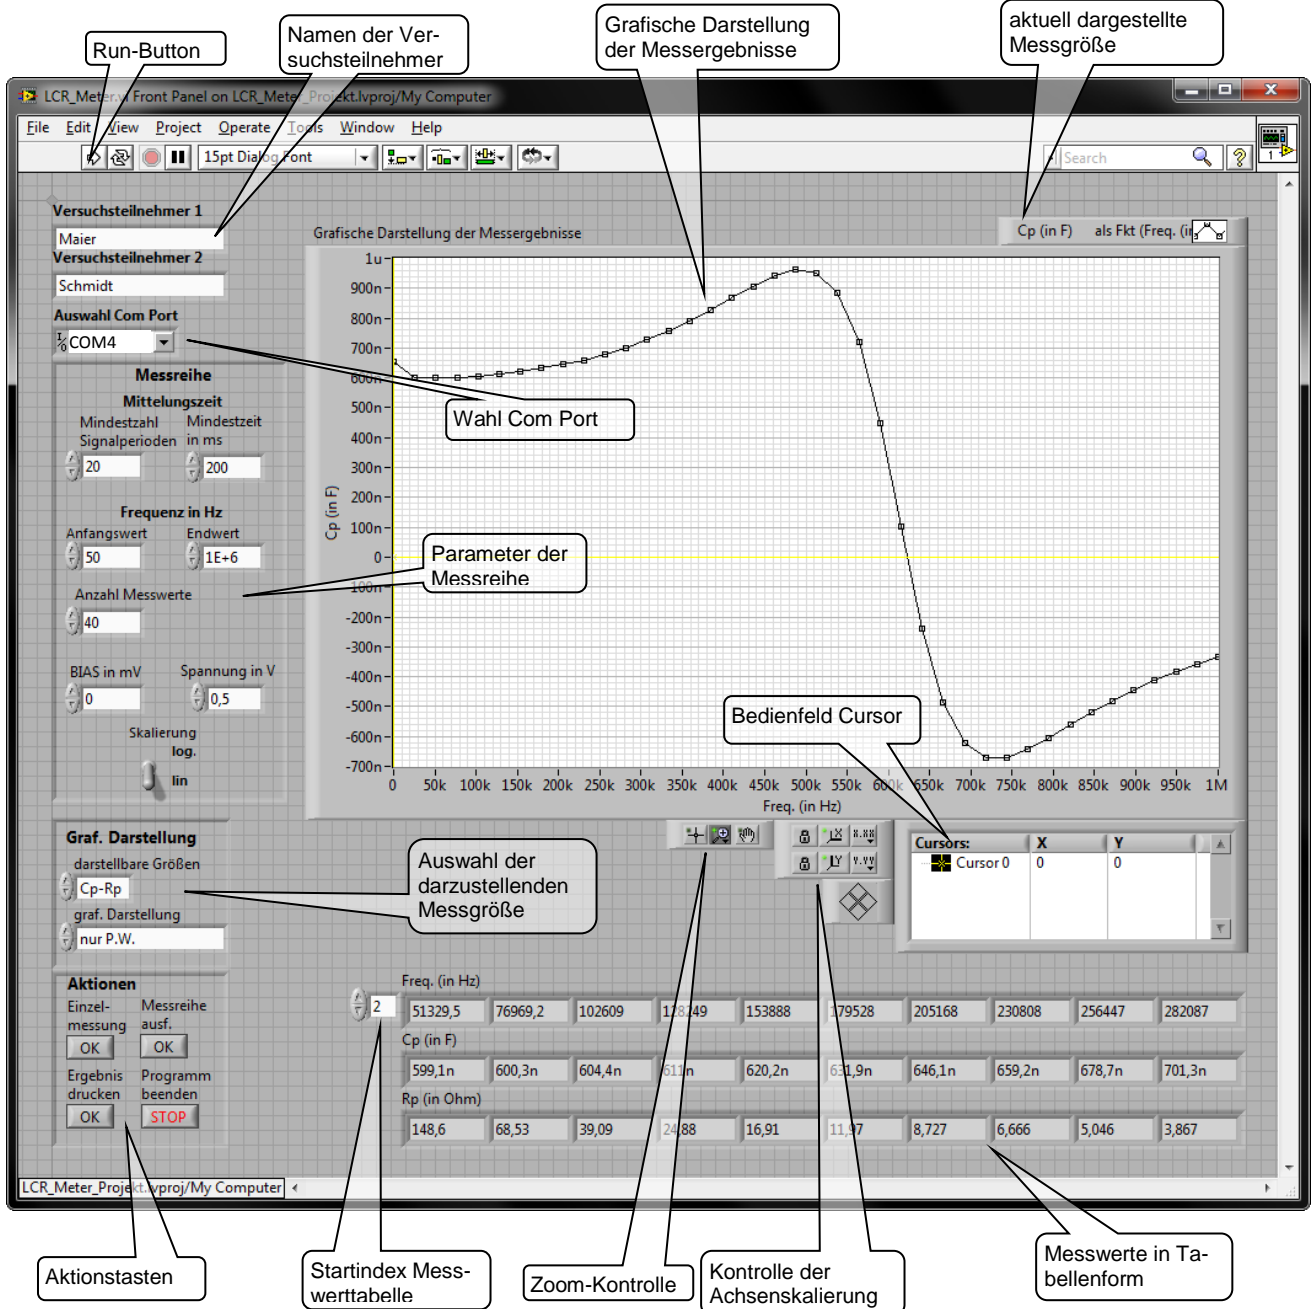

Bild 4: Oberfläche der Steuersoftware für das LCR-Messgerät
Die Steuerung des LCR-Messgeräts erfolgt das LabVIEW-Programm „LCR_Meter.exe“ (Bild 4).
Mit dem Bedienelement „darstellbare Größen“ können zwei Messgrößen ausgewählt werden (z.B. „R-X“ oder wie in Bild 4 gezeigt „Cp-Rp“). Das Bedienelement „graf. Darstellung“ legt fest, wie diese Größen dargestellt werden. Folgende Auswahl ist möglich:
1. „nur P.W.“ (nur Primärwert): die erste Messgröße des ausgewählten Wertepaares wird als Funktion der Frequenz dargestellt (also z.B. $R(f)$ oder wie in Bild 4 gezeigt $C_p(f)$).